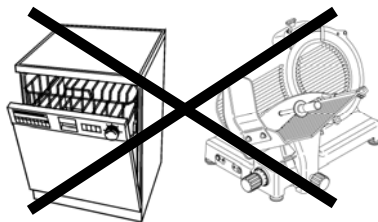

Abb. 27
- Die Aufschnittmaschine darf nicht in die Spülmaschine (Abb. 27) und darf nicht mit Wasserstrahl gereinigt werden. Die Maschine nicht ins Wasser oder in andere Flüssigkeiten tauchen.